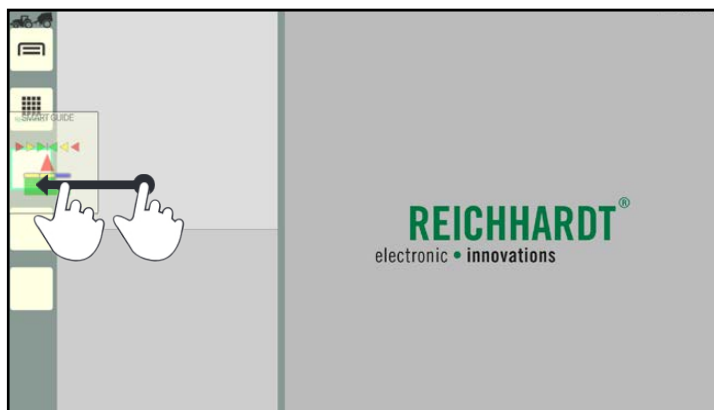

Abb. 63: Anwendung auf belegbare Taste ziehen und loslassen
3. Ziehen Sie die Anwendung auf eine belegbare Taste in der Seitenleiste (siehe Abb. 63).